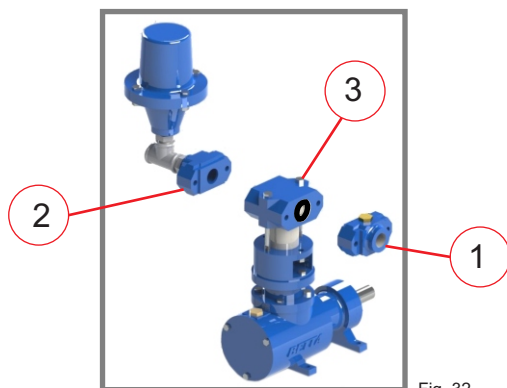

Fig. 32
- 3- Soltar os 4 parafusos laterais, horizontais, que fixam o cabeçote central (3) aos cabeçotes de sucção (1) e de recalque (2).
- 4- Afastar os respectivos cabeçotes de forma a permitir a retiradas das válvulas. (Fig.32)
- a) *Válvula de recalque* (1) é montada com o corpo para fora do cabeçote central.